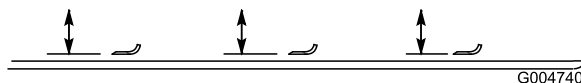

Figure 97
- Tournez la lame dans le sens longitudinal et mesurez la distance entre l'intérieur de l'unité de coupe et le tranchant à l'avant de la lame (Figure 97).